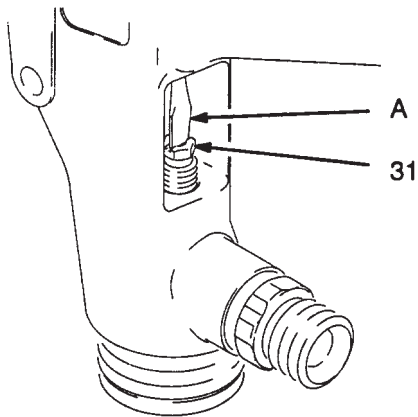

Fig. 7
2. Installer la vis de réglage (31) des joints sur l'ensemble des joints de presse-étoupe et engager le filetage de la vis dans le corps du pistolet. Ensuite, déposer le pointeau.
3. Introduire un tournevis plat (A) par l'arrière du pistolet, comme illustré à la Fig. 7, jusqu'à atteindre la vis (31). Veiller à ne pas érafler ou endommager des pièces avec cet outil. Serrer la vis à l'aide du tournevis (environ 3 tours). Le joint ne doit pas être trop serré.